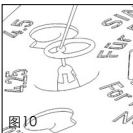

图 10
■ 图 10 由于个人生理结构的差异，要求铃型假体先扩张，请将铃型假体放入锥面进行扩张。请用外科手术针或者其他微型外科手术器械完成。在显微镜的观察下，可以完成铃型假体的扩张。